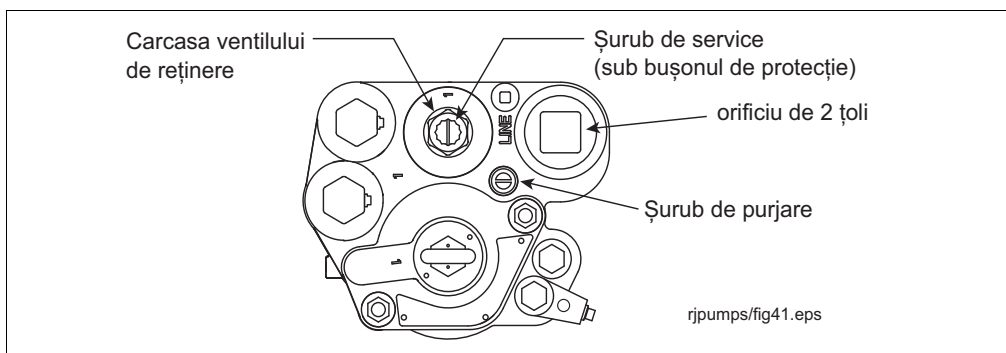

Figura 38. Localizarea șurubului de purjare a aerului
2. Scoateți și păstrați bușonul de protecție din partea de sus a carcasei ventilului de reținere și rotiți șurubul în sens orar (vezi Figura 38). Pe măsură ce șurubul se apropie de poziția de jos, veți auzi cum sistemul se depresurizează. Continuați să rotiți șurubul până la refuz. După ce șurubul este complet coborât, rotiți-l invers cu 4 ture pentru a ridica ventilul de reținere și pentru a lăsa combustibilul să se scurgă din cavitățile hidraulice ale distribuitorului.
5. Localizați șurubul de purjare a aerului din partea de sus a distribuitorului (Figura 38).